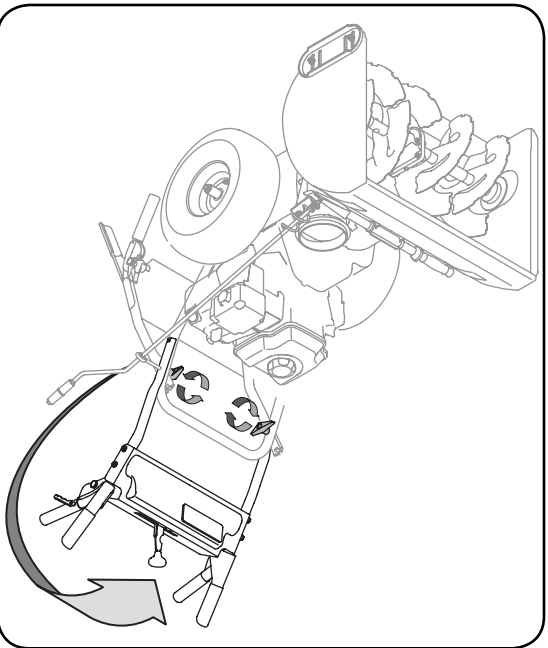

Figure 3-1
1. Assurez-vous que les deux câbles, sur la partie inférieure de la souffieuse, sont bien alignés avec les rouleaux de guidage. Redressez le guidon supérieur, alignez le guidon supérieur avec le guidon inférieur. Voir la Figure 3-1.